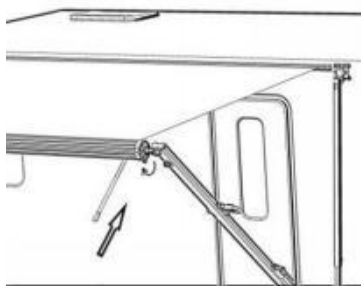

Figure D16
2.4 Trek aan de riem van de haspel en beweeg de ratelhendel voorzichtig in de richting van de pijl om de palstand naar SLUITEN te schakelen. Trek de haspel langzaam terug totdat deze volledig is ingetrokken. (Afbeelding D16)